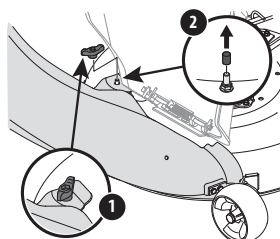

Figure 21
3. Fixez le coude de la goulotte au plateau de coupe avec un écrou papillon (720-04122) de l'ensemble de quincaillerie 689-00312. Voir Figure 21.
NOTE : Retirez le capuchon protecteur (si présent) du goujon de montage sur le plateau de coupe. Voir Figure 21.